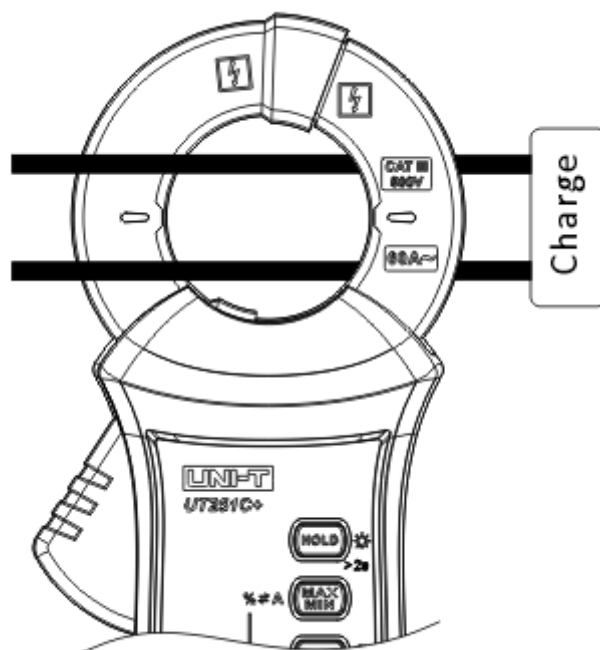
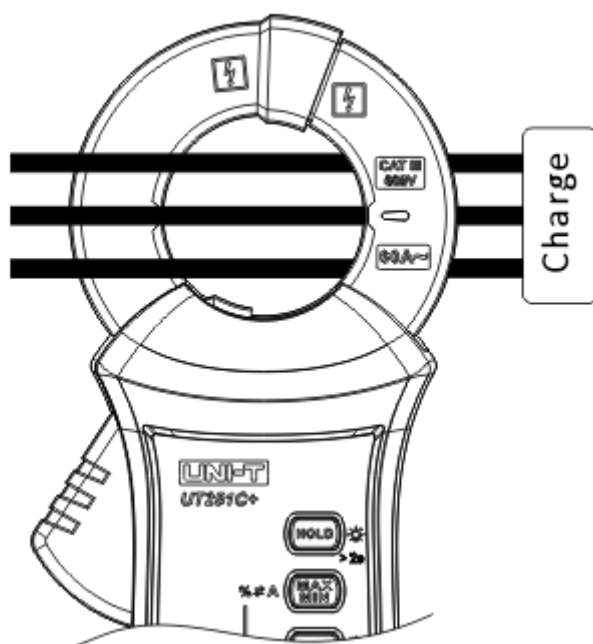
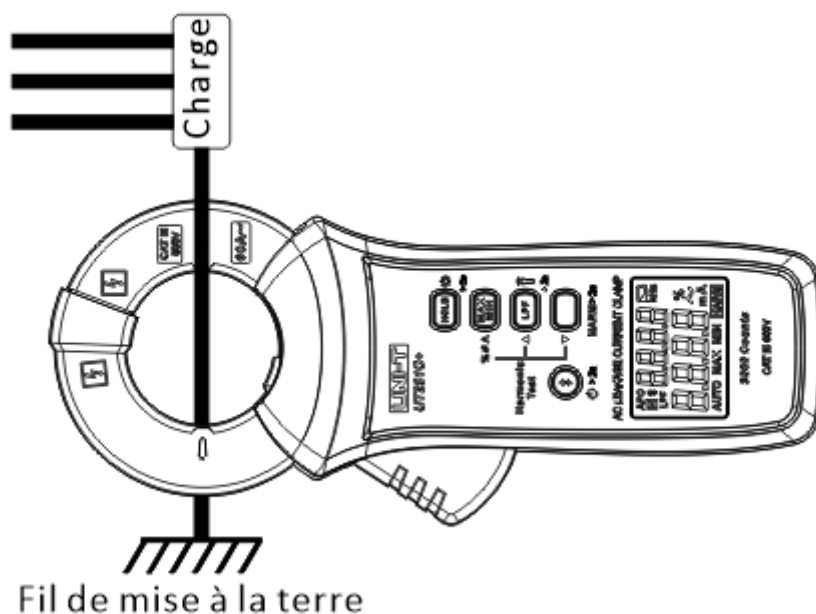

Figure 2-1 Mesure du courant de fuite en courant AC pour les fils de boucle monophasés bifilaires
Figure 2-2 Mesure du courant de fuite en courant AC pour les fils de boucle monophasés trifilaires ou triphasés trifilaires
Figure 2-3 Mesure du courant de fuite en courant AC pour un seul fil de mise à la terre
- 4) Mesurez le courant de fuite AC pour les fils de boucle monophasés bifilaires, les fils de boucle monophasés trifilaires ou les fils de boucle triphasés trifilaires, et le fil de mise à la terre simple. Comme le montrent la **figure 2-1**, la **figure 2-2** et la **figure 2-3**.